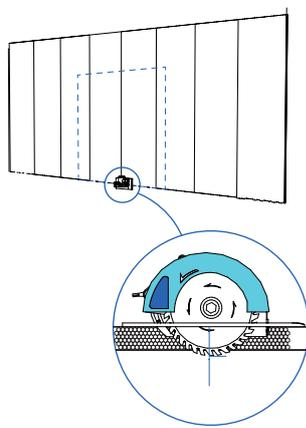
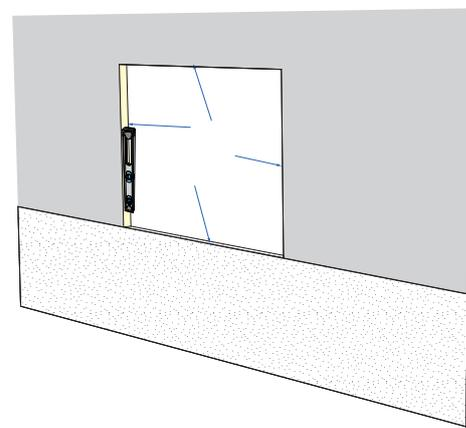

Fig. 145. Cortar el panel sándwich con una sierra circular.
Fig. 146. Nivelar correctamente
- Realizar un corte con una sierra circular cuyo corte a 90° sea de 100 mm. (Fig. 145) Este corte ha de ser lo más recto y limpio posible. Para comprobar que el corte se ha realizado correctamente se utilizará un nivel. (Fig. 146)